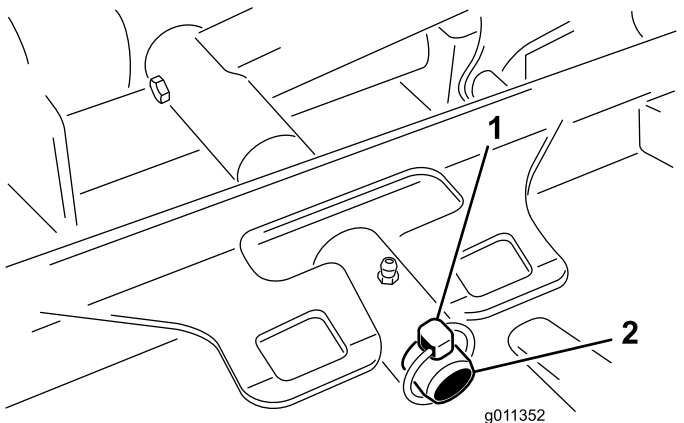

Figura 65
3. Retire el pasador de seguridad o la tuerca de retención (GM 4700 solamente) que sujeta el bastidor de tiro de la carcasa a la barra de giro del brazo de elevación (Figura 65).
3. Deslice el bastidor de tiro de la carcasa sobre el pasador de giro del brazo de elevación. Sujételo con un pasador de seguridad o una tuerca de retención (GM 4700 solamente) (Figura 65).